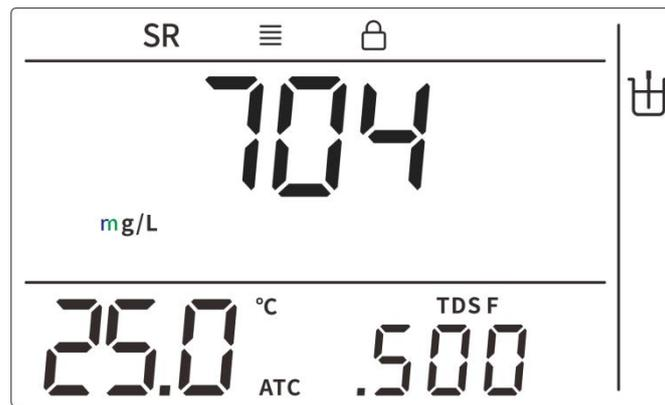
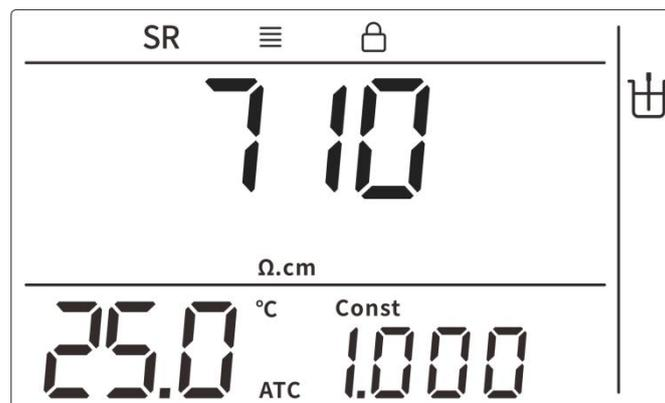
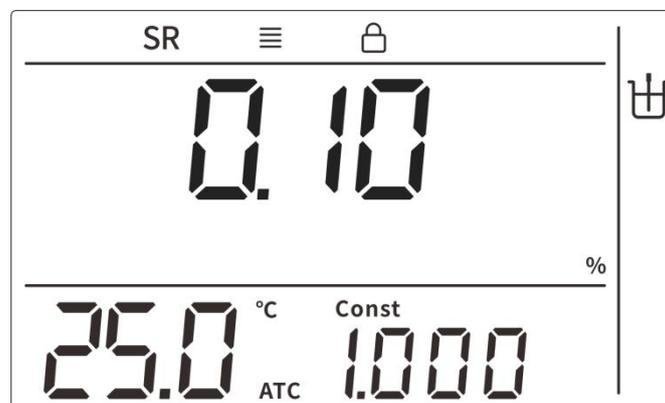

图 12 6 寸 TDS 显示模式界面示意图
图 13 6 寸电阻率显示模式界面示意图
图 14 6 寸盐度显示模式界面示意图
- ①将仪器接好电导电极、温度补偿电极，将仪器电源接好后长按“电源键”开机；
- ②按电极常数设置步骤，将电极对应的电极常数值输入仪器（如需标定电极，可忽略此步骤，按电极标定步骤完成对电极的标定）；
- ③没有温度补偿电极的仪器，可短按“设置键”进入设置项目，选择手动温度补偿设置，手动设置待测溶液的温度值；
- ④将电导电极反复用蒸馏水清洗干净，用滤纸小心吸干电极表面的水分，用待测溶液润洗后放入待测溶液中（注：电极头需完全没入溶液，且不可触碰到杯壁）；
- ⑤仪器开始检测，检测数据趋于稳定后，仪器显示数据稳定标记，即可读取检测数据，如果有必要，可以短按“模式键”切换到 TDS 显示或电阻率显示或盐度显示，如图 12，图 13，图 14；
- ⑥在平衡测量模式下，检测数据稳定后，仪器将自动锁定测量结果（显示锁定标记，测量结果不再变化），用户短按“测量键”可以开始下一次测量；
- ⑦如果有必要，可以短按“存储键”保存测量结果；
- ⑧测量结束后关机，拔掉电源，并按电极说明书要求保存电极。